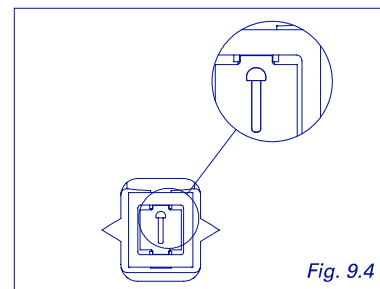

Fig. 9.4
**Note:** upon reinstalling sliding cursor, make sure the arrow is pointing up (Fig. 9.4).
**Notiz:** Bei Wiederverwendung des Schiebreglers, Pfeil nach oben positionieren (Abb. 9.4).
**Note:** en ré-utilisant le curseur cranté, positionner la flèche vers le haut (Fig. 9.4).